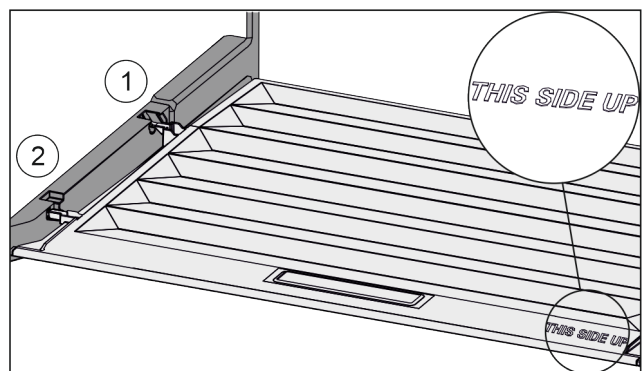

Fig. 26
- ▶ Introduire les rainures du couvercle par l'orifice du support arrière Fig. 26 (1) et les enclencher à l'avant dans le support Fig. 26 (2).